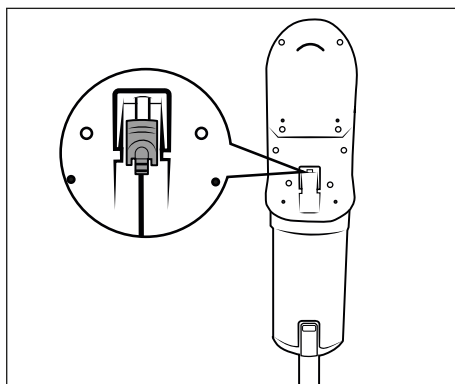

Fig. 8
- O aspirador também pode ser carregado diretamente através da fonte de alimentação 10. Para tal, retire a ficha fêmea 11, rodando-a ligeiramente para fora do suporte de parede 18, e insira-a na entrada de carregamento 3 existente no aparelho (ver fig. 8).